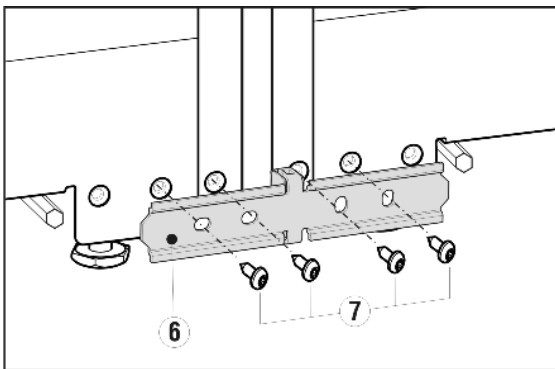
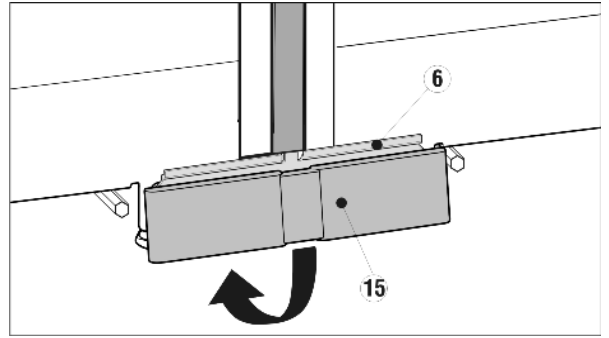

Fig. 4
Fig. 10
- ▶ Aproxime o nivele de nuevo los aparatos y, con los tornillos Fig. 4 (7) suministrados, atornille la escuadra de fijación Fig. 10 (6) para fijarla.
- ▶ Coloque la cubierta Fig. 10 (15) inferior del kit de accesorios desde arriba sobre la escuadra de fijación Fig. 10 (6) y encájela en la parte inferior.
- ▶ Vuelva a desenroscar las patas de ajuste centrales (A) hasta que toquen el suelo.